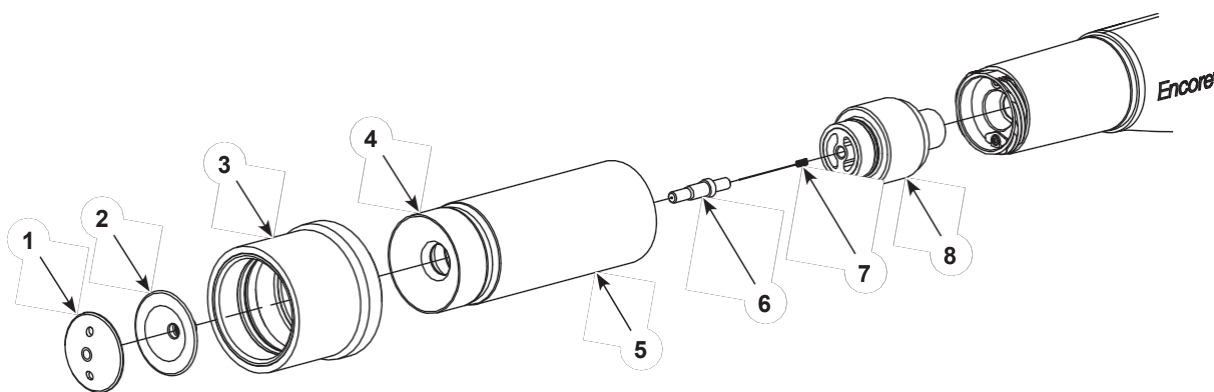

Figura 4-1 Curățarea unei duze conice
1. A se vedea figura 4-1. Țineți deflectorul (2) cu degetul în timp ce deșurubați capacul deflectorului (1). Trageți ușor deflectorul de pe suportul electrodului conic (6).
2. Deșurubați piulița duzei (5) și scoateți piulița, duza conică (4) și manșonul modelului (3) din pistolul de pulverizare.
5. Inspectați suportul electrodului (6). Dacă suportul electrodului este uzat sau deteriorat, deșurubați-l de pe suportul electrodului, apoi scoateți electrodul (7). Instalați electrodul în noul suport, apoi înșurubați suportul în suportul electrodului (8). Instalați ansamblul suport electrod (6, 7 și 8) în pistolul de pulverizare.